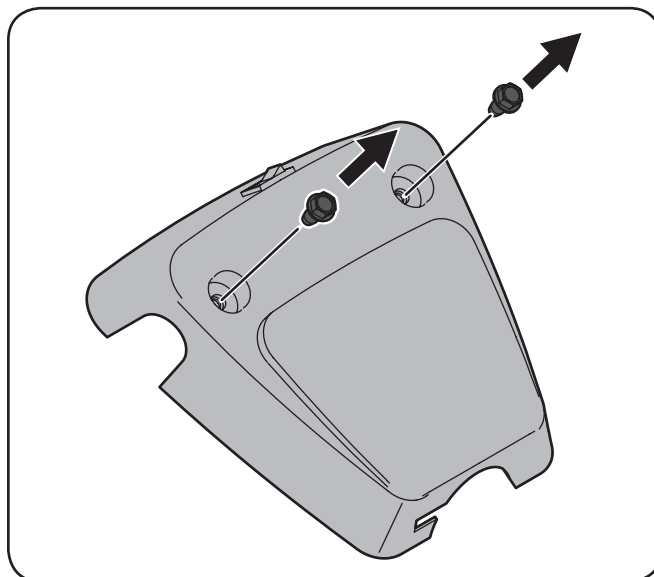

Figure 3-2
2. Utilisez la douille de 3/8" pour retirer les boulons hexagonaux qui se trouvent sur le panneau. Voir Figure 3-2.